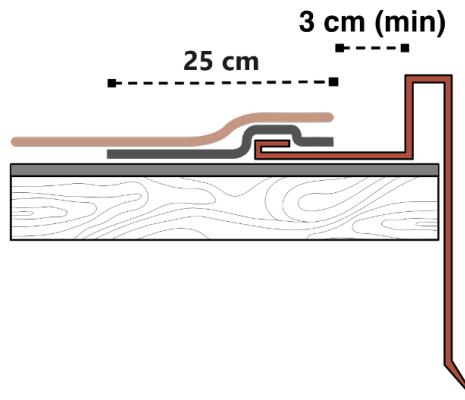

Fig. 17 – Dettaglio lamiera laterale
- Installare le lamiere laterali sopra alle membrane installate sulla copertura. Applicare una fascia di membrana bituminosa, larga circa 25 cm, a sormonto della lamiera. Procedere con la normale posa delle tegole a fiamma sopra alla stessa. Lasciare uno spazio di circa 3cm tra il bordo delle tegole e il bordo delle lamiere - Fig. 17.